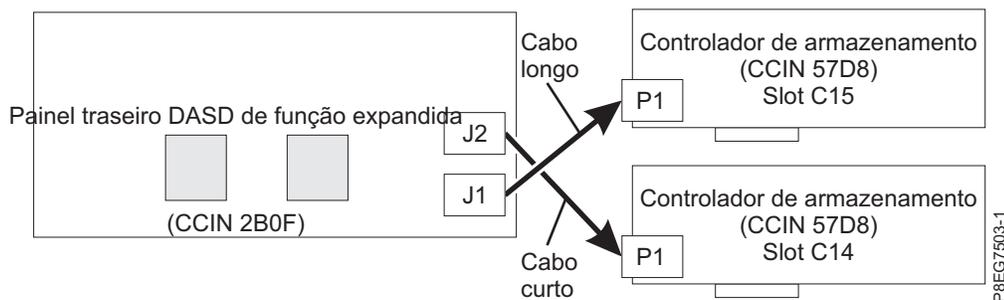

Figura 7. Reconectando o cabo SAS em uma configuração de função expandida
- Se houver dois adaptadores internos PCIe3 x8 cache SAS RAID (CCIN 57D8) (função expandida), o cabo SAS curto conectará o conector do painel traseiro da unidade de disco superior (J2) ao conector P1 no adaptador interno SAS RAID no slot P1-C14. O cabo SAS longo conectará o conector do painel traseiro da unidade de disco inferior (J1) ao conector P1 no adaptador interno SAS RAID no slot P1-C15. Consulte o Figura 7.